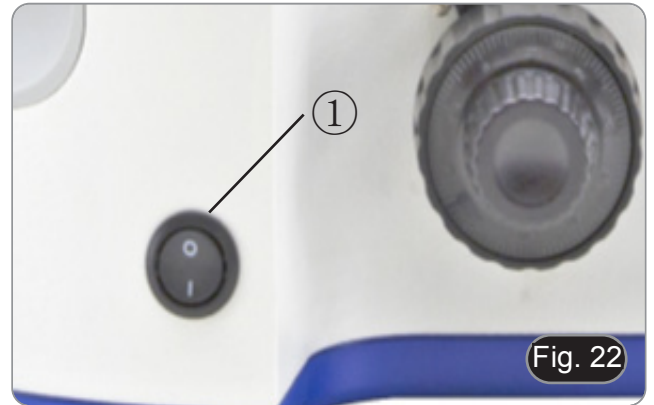

Fig. 22
Um die Durchlichtbeleuchtung zu aktivieren, drehen Sie den Hauptschalter ① auf der linken Seite des Stativs in die Position "1". (Fig. 22)